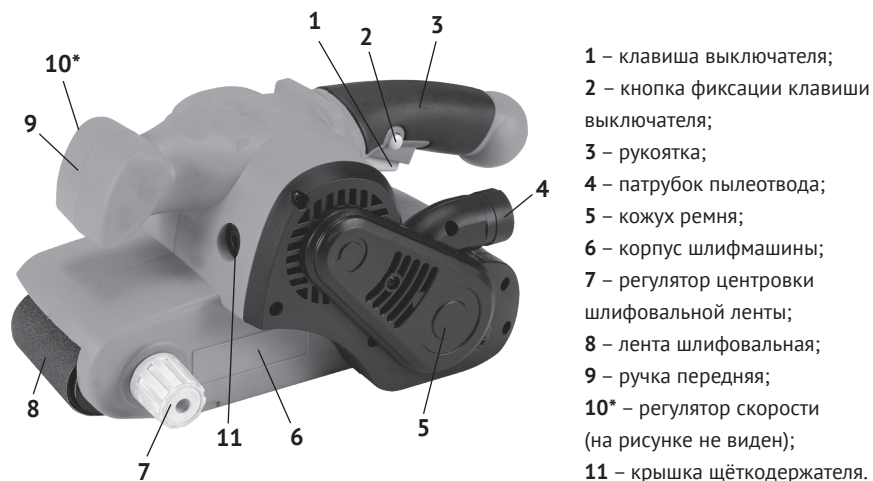

рис.1
Справа на передней ручке (рис.1 поз.9) находится диск регулятора скорости (рис.1 поз.10), поворотом которого меняется скорость движения ленты.
Внешний вид шлифмашины представлен на рис.1
1.7 Механизм шлифмашины расположен в пластиковом корпусе (рис.1 поз.6), состоящем из двух половин. Крутящий момент с якоря электродвигателя, зубчатым ремнём передаётся на ведущий валик. Между ведущим и ведомым валиками движется абразивная шлифовальная лента (рис.1 поз.8) на тканевой основе – рабочий инструмент шлифмашины.
1.8 Клавиша выключателя (рис.1 поз.1) расположена в нижней части рукоятки.
Включение шлифмашины осуществляется нажатием на клавишу выключателя. Фиксация клавиши в рабочем положении, осуществляется кнопкой (рис.1 поз.2), расположенной слева на рукоятке. При повторном нажатии на клавишу,
1.9 Пылесборник, входящий в комплект поставки, устанавливается на патрубок пылеотвода (рис.1 поз.4) и предназначен для сбора шлама и пыли, образующейся в процессе шлифования. Поток воздуха из корпуса к патрубку обеспечивает специальная крыльчатка, с отдельным шестерёнчатым приводом.
- включите машину на холостом ходу и отцентрируйте регулятором (рис.1 поз.7) прямой ход ленты;
- при выключенном инструменте, установите пылесборник на патрубок пылеотвода (рис.1 поз.4);
- снять кожух ремня (рис.1 поз.5), открутив 3-и крепёжных винта;